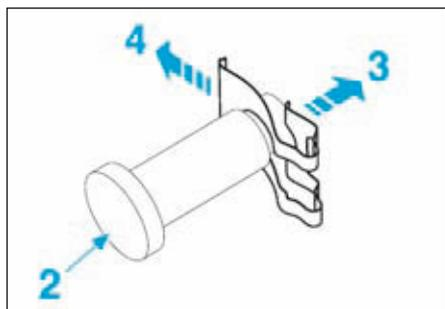

FIG.15
- Déposer l'axe de liaison (2) de la tige de poussée du servofrein sur la pédale de frein, en suivant l'ordre des opérations (3) puis (4) (Fig.15).